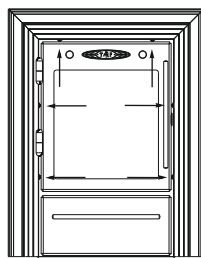

Рисунок 4. Места установки саморезов
- 1) Открутить саморезы 6 шт., которыми прикрепляется дверца с рамкой к топливнику и снять ее (см. рисунок 4)